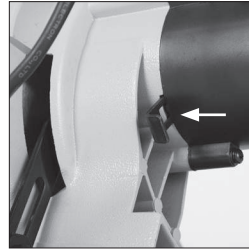

Fig. 3
- Ponga el seguro del eje pulsando el botón del seguro del eje. **(Fig. 3)**